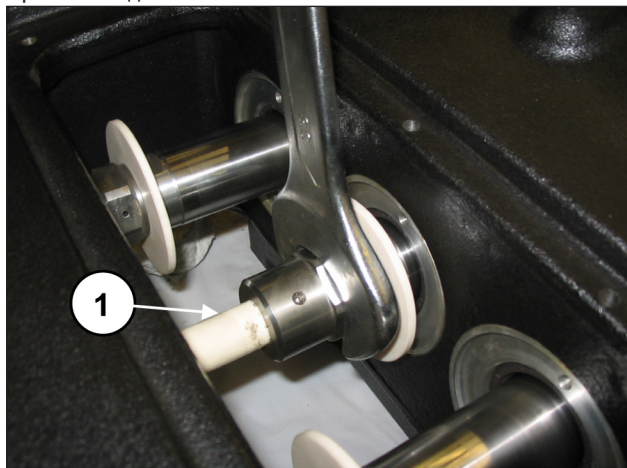
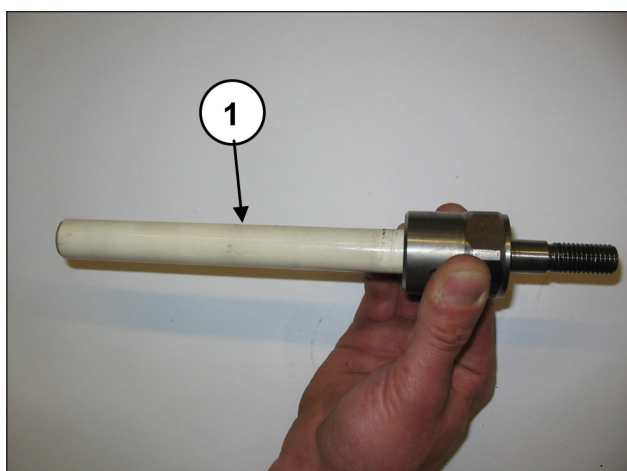

Рис. 122
Рис. 123
Снимите органы накачки рожковым ключом (поз. ①, Рис. 122), и проверьте степень их износа (поз. ①, Рис. 123). При необходимости замените.